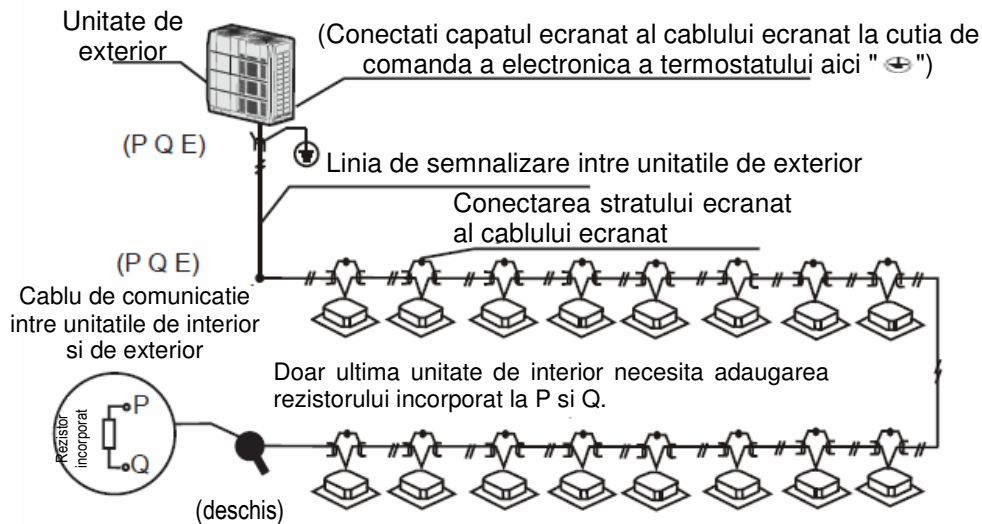

Figura 6.6
- Cablurile de comunicatie intre unitatile de interior si de exterior trebuie conectate o unitate dupa alta intr-o conexiune in cascada de la unitatea de exterior la unitatea de interior finala. Stratul ecranat trebuie sa fie impamantat in mod corespunzator, iar la ultima unitate de interior trebuie adaugat un rezistor construit pentru a imbunatati stabilitatea sistemului de comunicatii (a se vedea Figura 6.6).